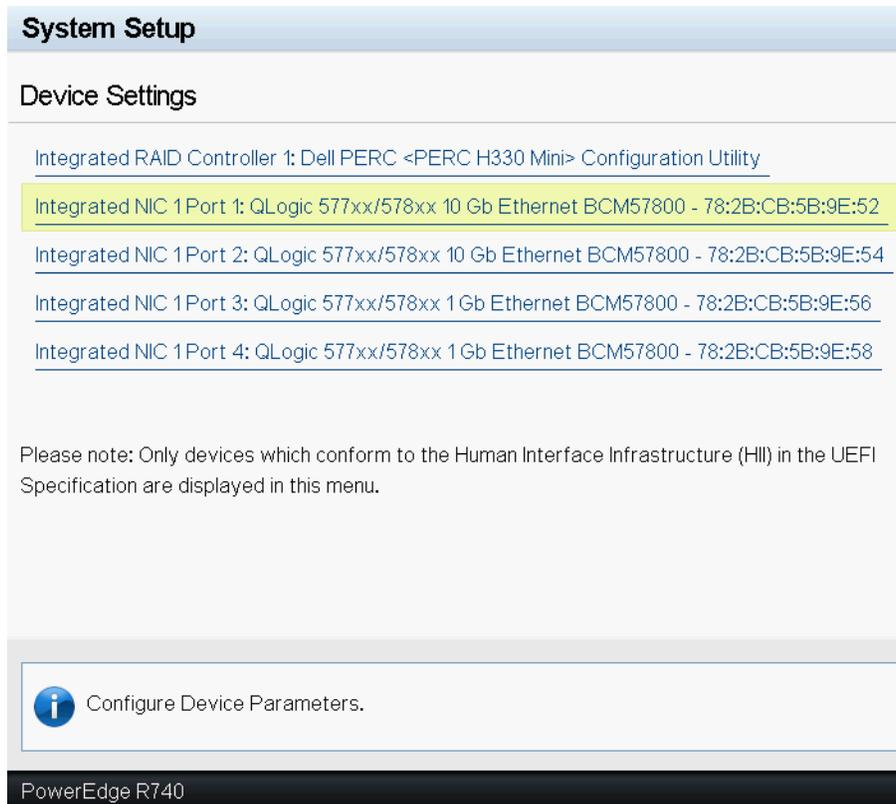

Abbildung 6-3. Geräteeinstellungen
3. Wählen Sie das Gerät aus, bei dem Sie die MBA-Einstellungen ändern möchten (siehe Abbildung 6-3).